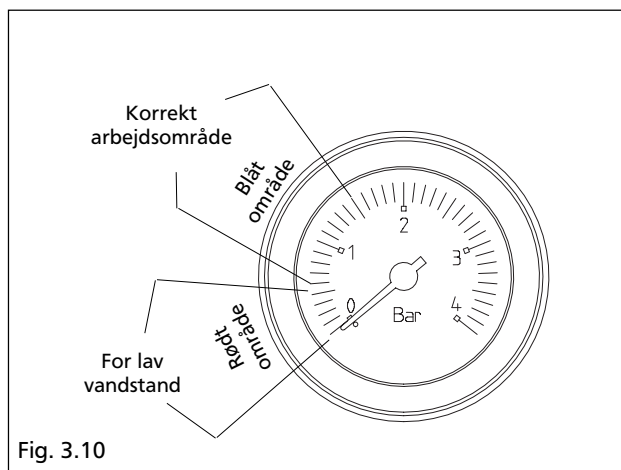

Fig. 3.10
- påfyld vand **(C)** indtil et tryk at 1,5 bar (fig. 3.10).